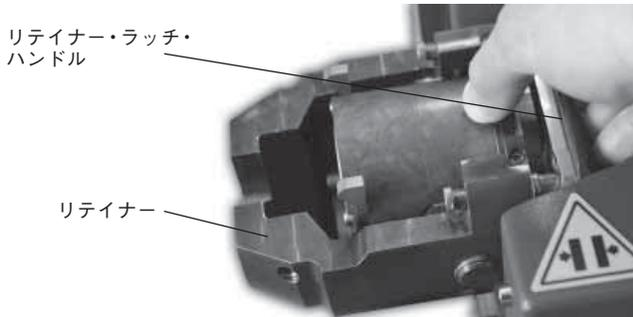
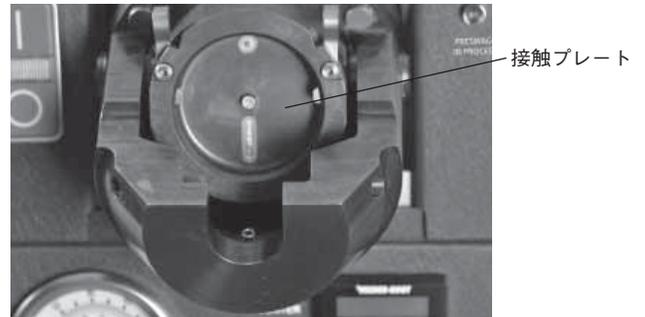

図6：リティナー・ラッチ・ハンドルを引く
図7：リティナーが下がった状態
1. リティナー・ラッチ・ハンドルを手前に引いて、リティナーを下げます (図6／図7)。